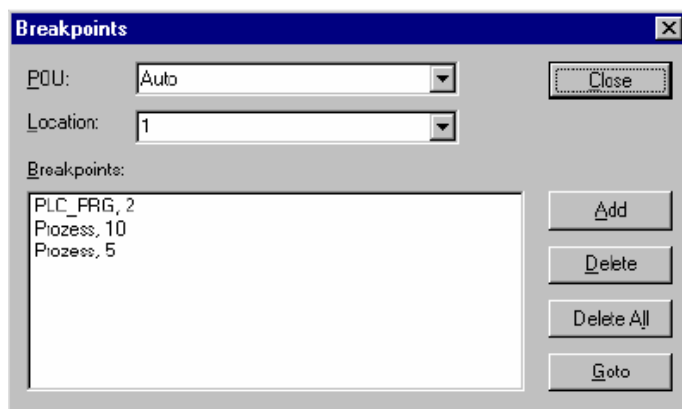

图 4-33 断点对话框
- 断点对话框：此命令打开对话框编辑整个工程的断点，如图 4-33 所示。